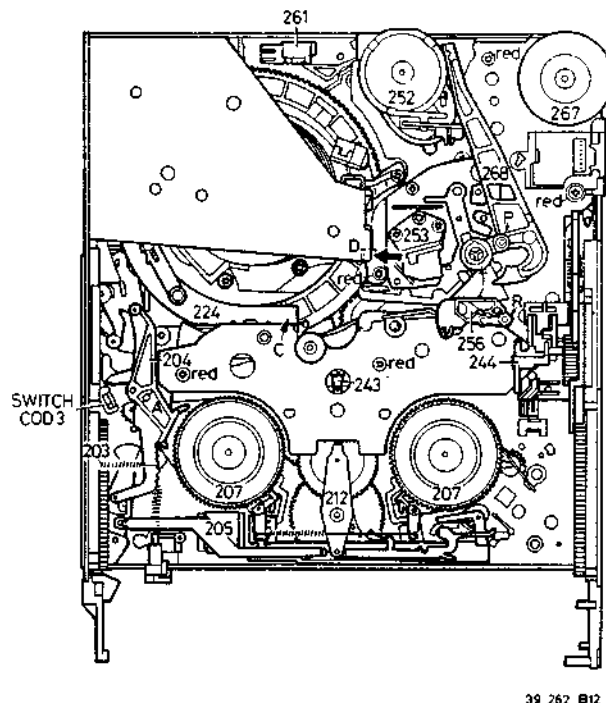

Fig. 3-1-8
- Haak veer pos. 203 uit (Fig. 3-1-8).
- Bandspanningshefboom (pos. 204) na ontgrendelen bij A naar boven verwijderen.
- Rijk het loopwerk half in (Fig. 3-1-8).
4x "plastite" schroeven, 1x "taptite" schroef (Fig. 3-1-8).